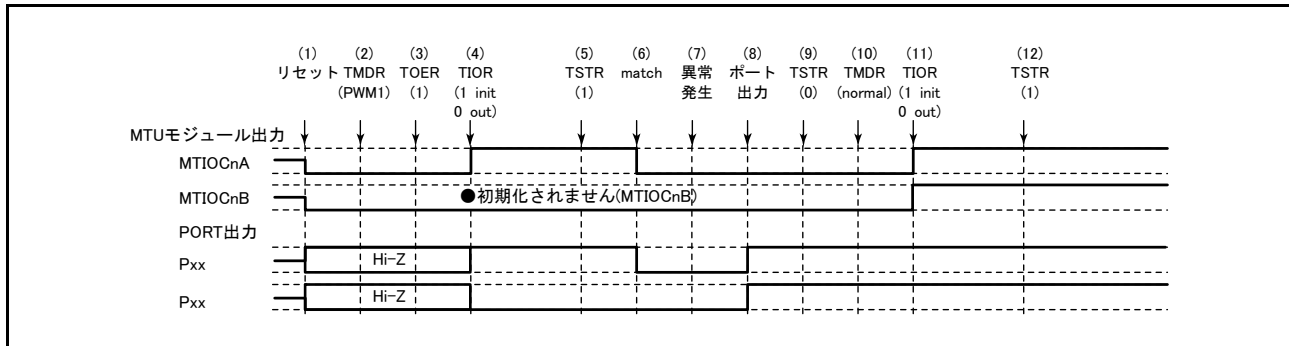

図 16.149 PWM モード 1 で異常が発生し、ノーマルモードで復帰する場合
PWM モード 1 で異常が発生し、再設定後ノーマルモードで再スタートする場合の説明図を図 16.149 に示します。
(1) ~ (9) は図 16.149 と共通です。
(10) PWM モード 1 で再スタートする場合には必要ありません。
(11) TIOR レジスタで端子を初期化してください (PWM モード 1 では MTIOcNB (MTIOcND) 端子に波形が出力されません。出力すべきレベルがある場合は、I/O ポートのデータディレクションレジスタ (DDR)、データレジスタ (DR) で汎用出力ポートの設定をしてください)。
(12) TSTRA レジスタで再スタートします。
(10) PWM モード 2 を設定します。
(11) TIOR レジスタで端子を初期化してください (PWM モード 2 では周期レジスタの端子に波形が出力されません。出力すべきレベルがある場合は、I/O ポートのデータディレクションレジスタ (DDR)、データレジスタ (DR) で汎用出力ポートの設定をしてください)。
- (1) ~ (9) は図 16.149 と共通です。
- (10) 位相計数モードを設定します。
- (11) TIOR レジスタで端子を初期化してください。
- (12) TSTR レジスタで再スタートします。
- (10) 波形生成部の初期化のためノーマルモードを設定してください。
- (11) TIOR レジスタで PWM モード 1 の波形生成部を初期化してください。
- (12) TIOR レジスタで PWM モード 1 の波形生成部の動作を禁止してください。
- (13) TOERA レジスタで MTU3、4 の出力を禁止してください。
- (14) TOCR1A、TOCR2 レジスタ A で相補 PWM の出力レベルと周期出力の許可禁止を選択してください。
- (15) 相補 PWM を設定します。
- (16) TOERA レジスタで MTU3、4 の出力を許可してください。
- (17) TSTRA レジスタで再スタートします。